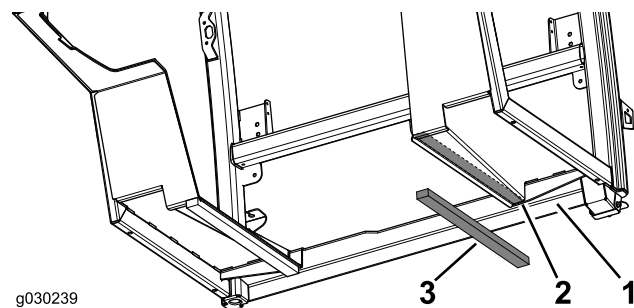

図 11
2. キャブの右側に、もう1枚のフロアシールを貼り付ける 図 11。